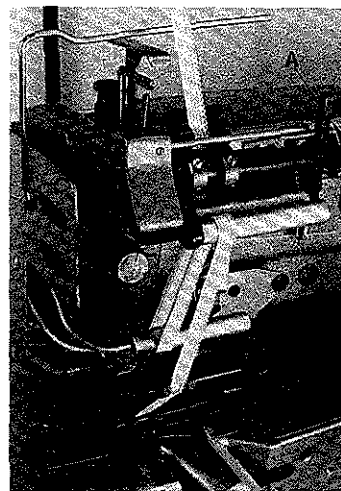

Fig.5
Turn-OFF main switch before threading! The machines are threaded as shown in Fig. 6. The lace or elastic is inserted as shown in Fig. 5, press lever (A) for inserting.
Schalten Sie vor dem Einfädeln den Hauptschalter AUS! Die Maschinen werden wie in Fig. 6 gezeigt eingefädelt. Die Spitze oder das Gummiband werden wie in Fig. 5 gezeigt eingelegt, drücken Sie zum Einlegen den Hebel (A).